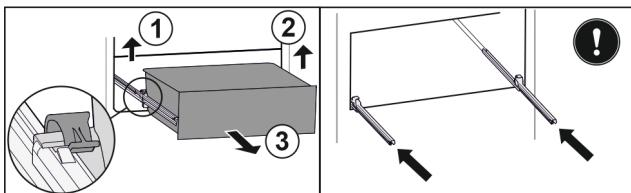

Fig. 46
- ▶ Nadvhynite ľavú svorku a súčasne ťahajte zásuvku vľavo dopredu. Fig. 46 (1)
- ▶ Nadvhynite pravú svorku a súčasne ťahajte zásuvku vpravo dopredu. Fig. 46 (2)
- ▶ Odoberte zásuvku dopredu. Fig. 46 (3)